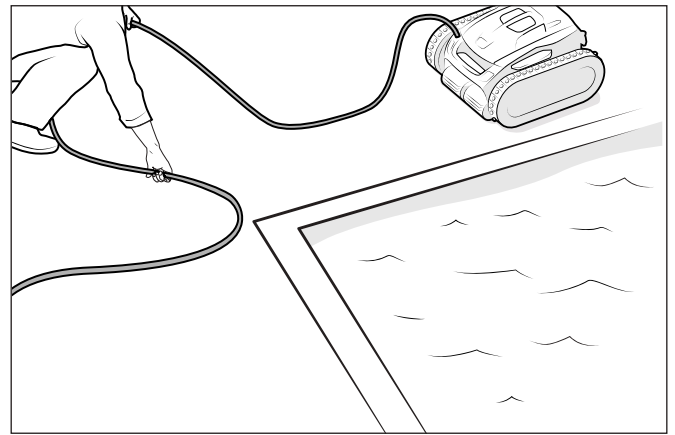

Figura 12. Desenrede
- Retire el limpiador de la piscina y elimine nudos y torceduras del cable de alimentación (Figura 12). Comience por el extremo de la cabeza del limpiador. Coloque el cable al sol para que pierda marcas de enredos y torceduras.